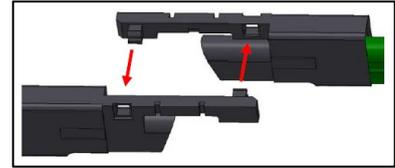

図 106: 断路区画 LT/LT のはめ合せ
- コンダクターレールに取付けた断路区画の半分ずつをお互いにはめ込みます(図 106)。